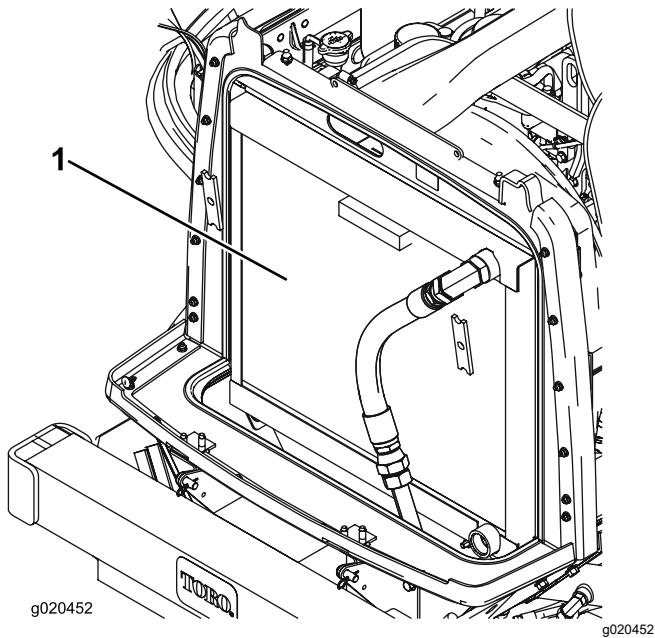

Figure 73
- Nettoyez soigneusement les deux côtés du radiateur/refroidisseur à l'air comprimé (Figure 73).